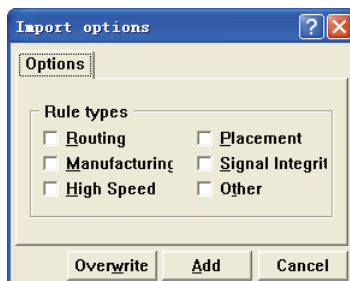

图 11-2 导入设计规则对话框
(2) 在 PCB 设计规则设置对话框中列出了 Protel 99 SE 提供的所有设计规则，但是这仅仅是列出可以使用的规则，要想在 DRC 校验时真正使用这些规则，还需要在第一次使用时，把该规则作为新规则添加到实际使用的规则库中。
(3) 选择需要使用的规则，然后单击 **Add...** 按钮，即可把该规则添加到实际使用的规则库中。如果需要多次用到该规则，可以为它建立多个新的规则，并用不同的名称加以区别。
(4) 要想在实际使用的规则库中删除某个规则，可以选中该规则后单击 **Delete** 按钮，即可从实际使用的规则库中删除该规则。
(5) 在 **Menu** 快捷菜单中执行“Export Rules”命令，可以把选中的规则从实际使用的规则库中导出。在 **Menu** 快捷菜单中执行“Import Rules”命令，系统弹出如图 11-2 所示的 PCB 设计规则库，可以从设计规则库中导入所需的规则。在 **Menu** 快捷菜单中执行“Report Rules”命令，则可以为该规则建立相应的报告文件，并可以打印输出。